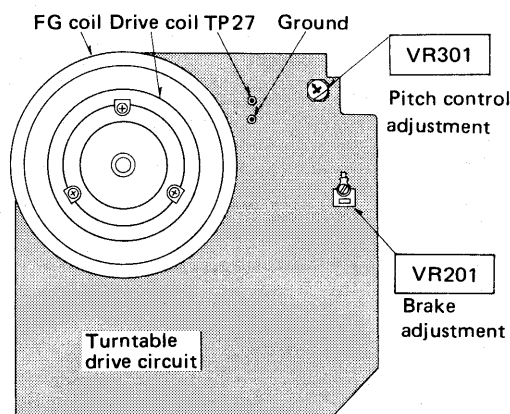

Fig. 19 Abb. 19
2. Depress the stop button in rotating mode and adjust VR201 so that the turntable platter stops within a range of 90° ~ 180° (See Fig. 19.)
1. Connect a frequency counter between TP27 and terminal G. (See Fig. 19.)
2. Die Stoptaste im rotierenden Zustand drücken und VR201 so abstimmen, daß der Plattenteller innerhalb 90°–180° stoppt. (Siehe Abb. 19.)
1. Einen Frequenzzähler zwischen TP27 und Anschluß G anschließen. (Siehe Abb. 19.)
2. Appuyer sur la touche d'arrêt dans le mode de rotation et ajuster VR201 de telle sorte que le plateau de lecture s'arrête en deçà d'une plage de 90°–180°. (Voir la Fig. 19.)
1. Raccorder un fréquencemètre entre TP27 et la borne G. (Voir la Fig. 19.)
2. Apretar el botón de parada en estado giratorio y regular VR201 de manera tal que el platillo del plato giratorio cese de girar en un ámbito de 90° — 180° . (Ver la Fig. 19.)
1. Conecte un contador de frecuencia entre TP27 y terminal G. (Vea la Fig. 19.)